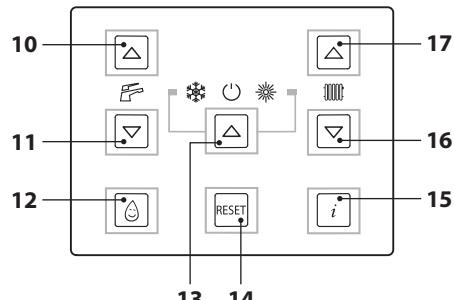

Рисунок 9.16
- Войти в "режим программирования", нажав одновременно и удерживая в течение 10 секунд кнопки 13-16-17 (Рисунок 9.16), до появления на ЖК дисплее кода P01, который сменяется значением параметра, указывая на вход в "параметр 01" (Рисунок 9.17).
- Чтобы подтвердить заданное значение, нажмите кнопку 13 (Рисунок 9.16).